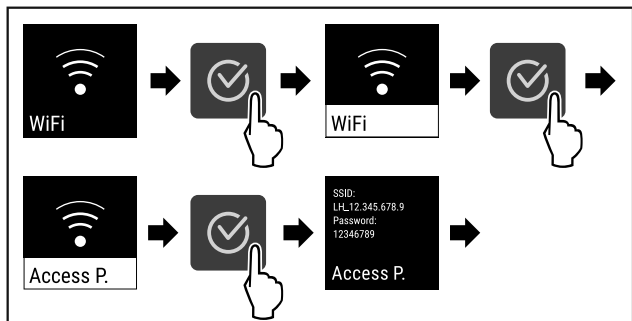

Fig. 74
- ▶ Eseguire i passaggi (vedere Fig. 74).